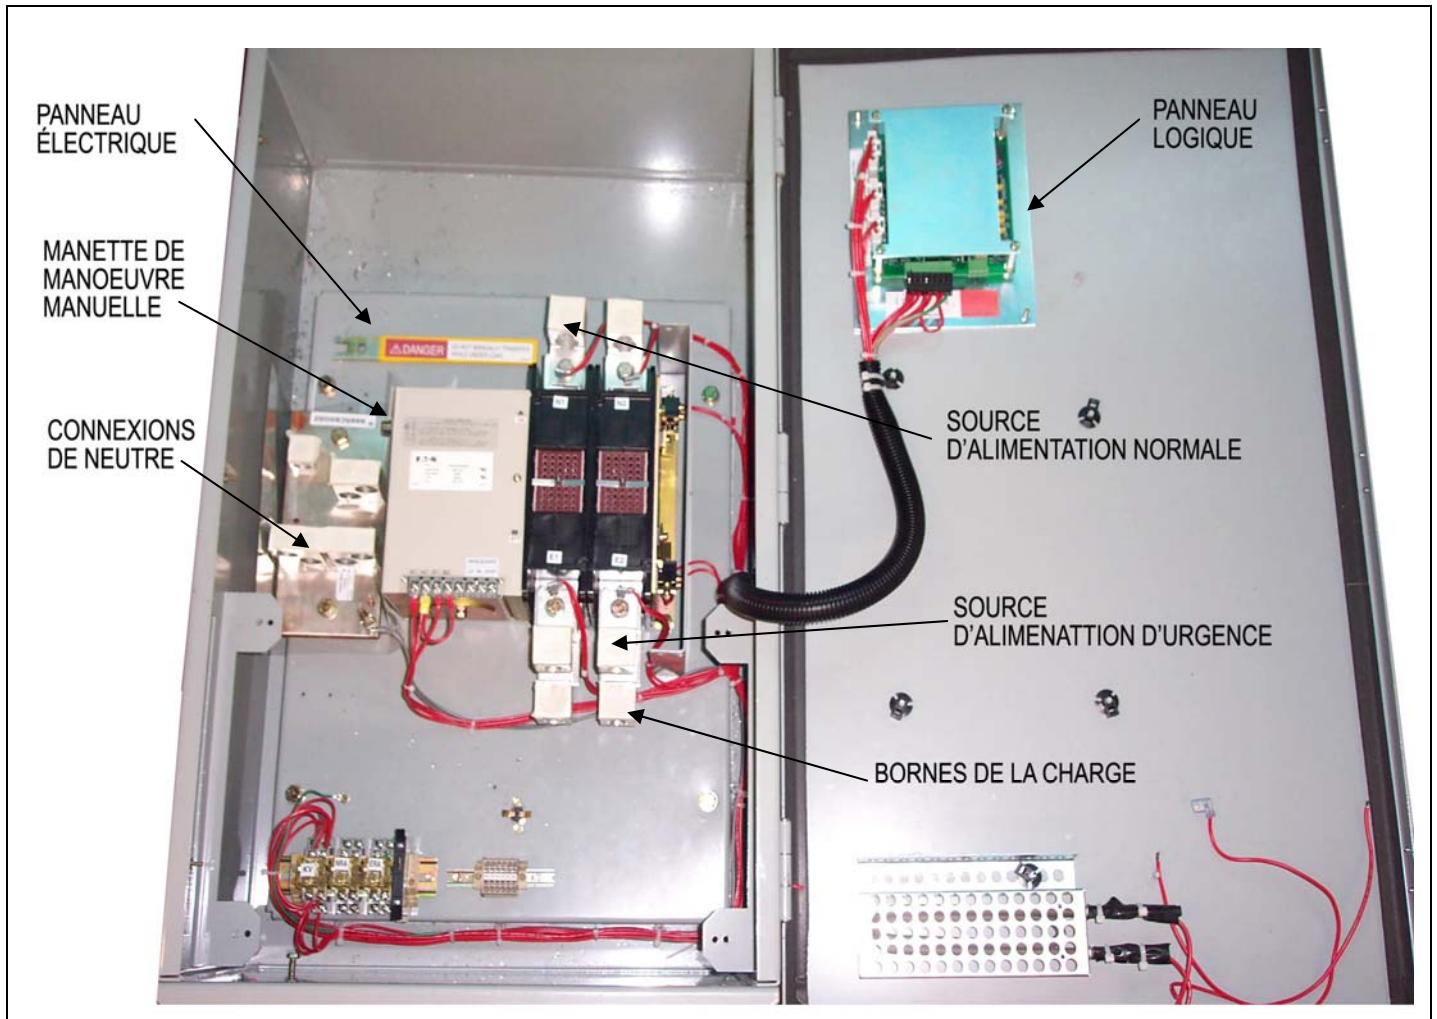

Figure 16 – Composants internes d'un commutateur automatique 2 pôles, 400 A
Pour les commutateurs automatiques à 4 pôles, raccorder les câbles de charge (TN), les Services publics ou la source Services publics (NN) et la Génératrice ou la source Génératrice (EN). Consulter la Figure 16 pour localiser tous les éléments mentionnés dans ce document.
* Les câbles de charge DOIVENT être raccordés et serrés AVANT d'installer les câbles d'ALIMENTATION (Figure 16).